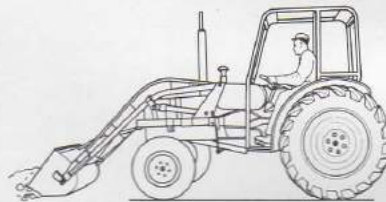

Fig. 24 - Engagement correct de la benne avec le distributeur en position "neutre".
7. Lorsque l'on engage la benne dans le matériau à transporter, il faut s'assurer que les vérins de levage renferment l'huile nécessaire et que le distributeur de commande est fermé, c'est-à-dire en position neutre. Si le distributeur restait en position "montée", l'essieu avant du tracteur se soulèverait, ce qui provoquerait une surcharge préjudiciable à la bonne marche du tracteur, susceptible de l'endommager (fig. 24 et 25).